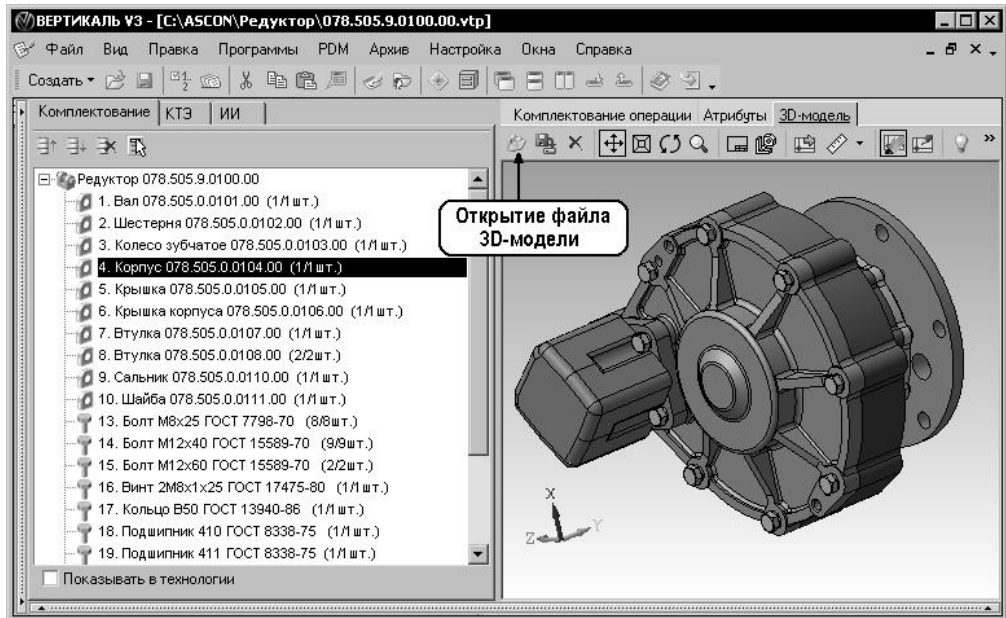
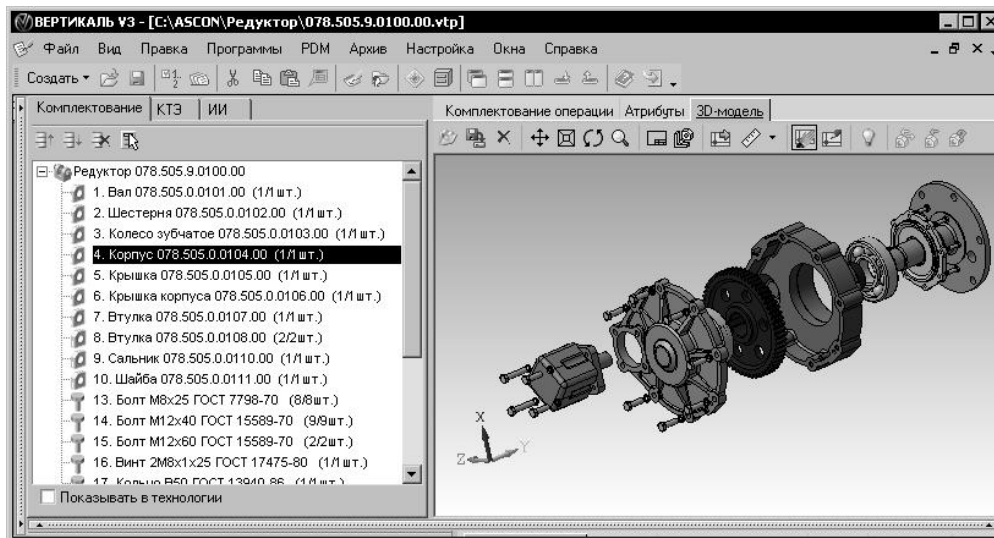

Рис. 9.52. Подключение файла 3D-модели сборочной единицы к ТП
Рис. 9.53. Применение команды **Разнести** к 3D–модели сборочной единицы
Подключение нового графического файла к ТП сборочной единицы осуществляется стандартным способом – нажатием кнопки **Загрузить модель с диска** на инструментальной панели вкладки **3D-модель** (рис. 9.52).
- При работе с 3D-моделью сборочной единицы, в отличие от детали, на вкладке **3D-модель** доступна кнопка **Разнести**, имеющая два положения – нажатое и отжатое. При нажатии на данную кнопку **3D-модель** сборочной единицы будет разнесена на составные элементы (рис. 9.53). Если кнопка находится в отжатом состоянии, 3D-модель сборочной единицы будет отображаться в собранном виде (см. рис. 9.52). Если после нажатия данной кнопки, 3D-модель не будет разнесена, это означает, что разработчик 3D-модели при ее проектировании не задал параметры разнесения.